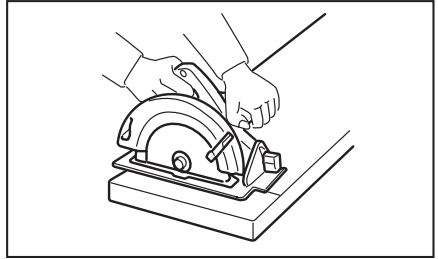
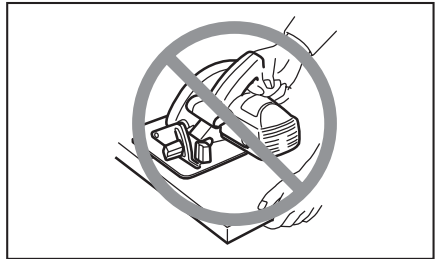

Fig. 5
Fig. 6
13. Coloque la parte más ancha de la base de la herramienta en la parte de la pieza de trabajo que está mejor sostenida y no en la sección que se caerá cuando se realice el corte. Como ejemplos, la Fig. 5 muestra el modo CORRECTO de realizar un corte en el extremo de un panel y la Fig. 6 la manera INCORRECTA. Si la pieza de